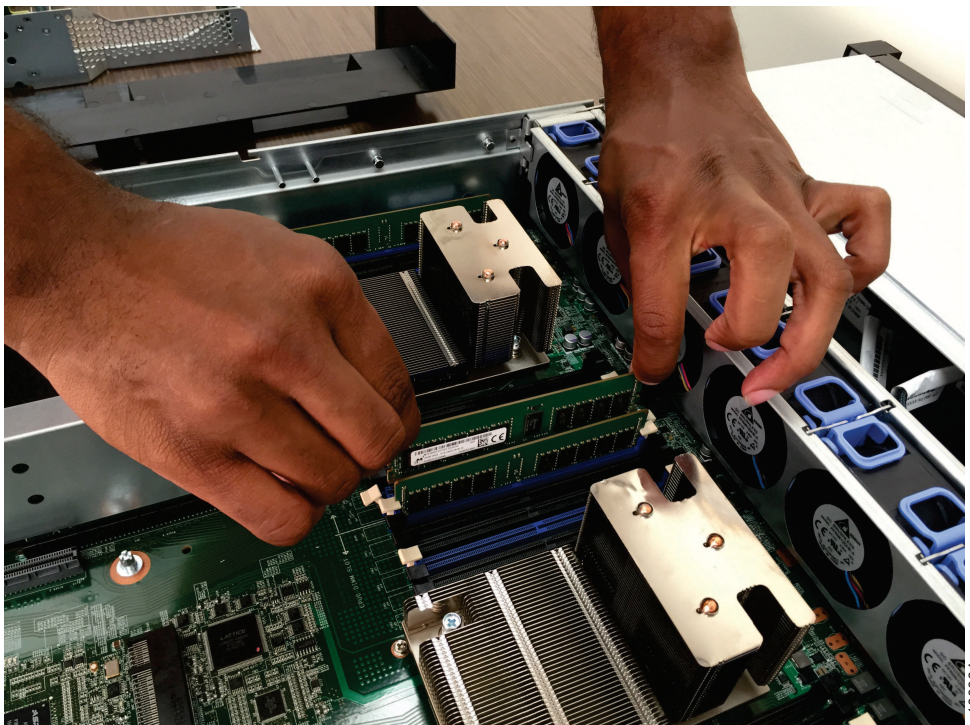

Figura 75. Removendo um Módulo de Memória
6. Levante o DIMM para cima e para fora do slot, conforme mostrado em Figura 75 na página 93.